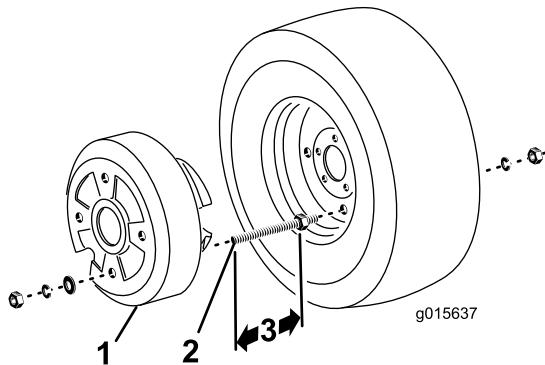

Figura 24
2. Acrescente 7,62–2,22 cm à medição obtida no passo 1. Esta é a dimensão "A" na Figura 24.
4. Insira as barras roscadas através de 2 orifícios opostos na jante e prenda-as no lugar com anilhas de bloqueio de $\frac{1}{2}$ pol. e porcas hexagonais (Figura 24).
5. Coloque o peso da roda por cima das extremidades das barras roscadas e prenda-o com anilhas planas, anilhas de bloqueio e porcas hexagonais (Figura 24).